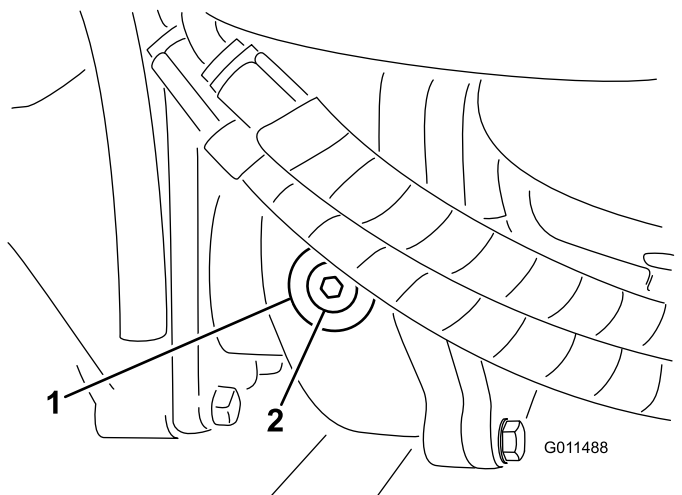

Figura 71
2. Togliete il tappo di controllo/riempimento dal lato sinistro del riduttore (Figura 71) e verificate che il lubrificante raggiunga la base del foro. Se il livello è basso, rabboccate con lubrificante fino a portarlo alla base del foro.